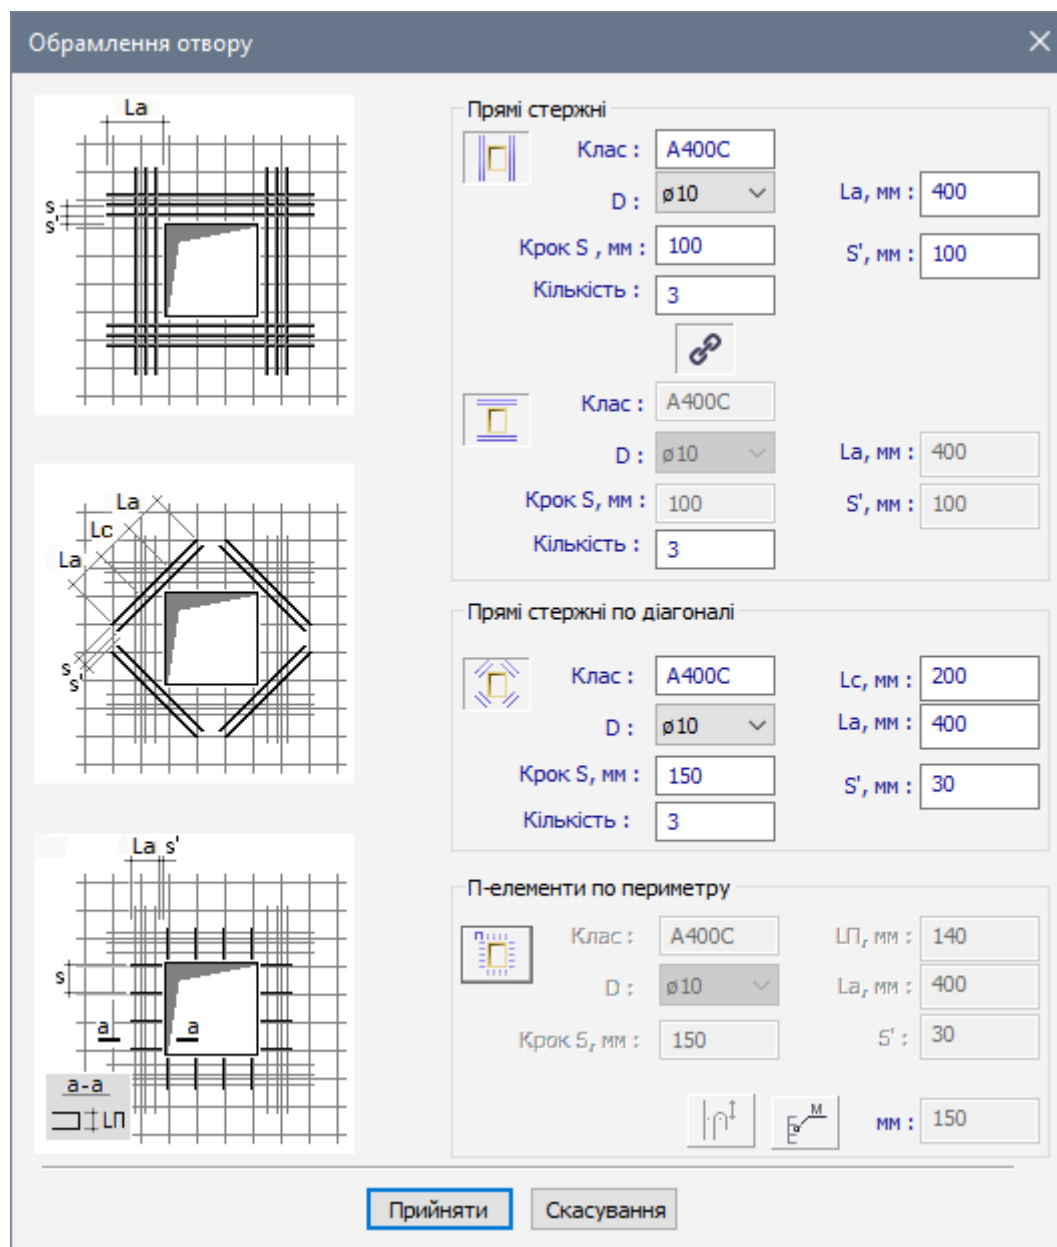

Рис. 24.18. Діалогове вікно **Обрамлення отвору**
- Викличте діалогове вікно **Обрамлення отвору** (рис. 24.18) натисканням по кнопці  – **Обрамлення отвору** у розкритому списку **Обрамлення** (панель **Додаткова арматура** на вкладці **Армування**).